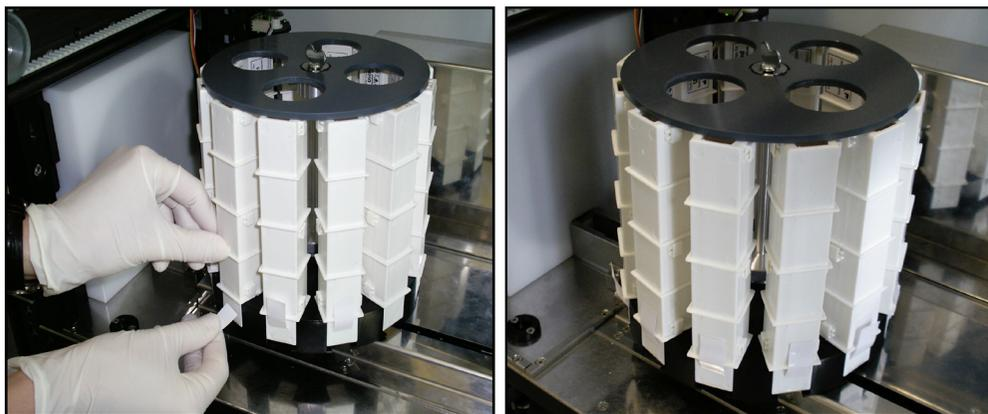

Figura 42: Carga de la gradilla de cubetas **Figura 43: Una gradilla de cubetas rotativa totalmente cargada**
2. Con el cartucho colocado en la gradilla portacubetas rotativa, retire la cinta de la parte inferior del cartucho simplemente tirando de él (consulte Figura 42).